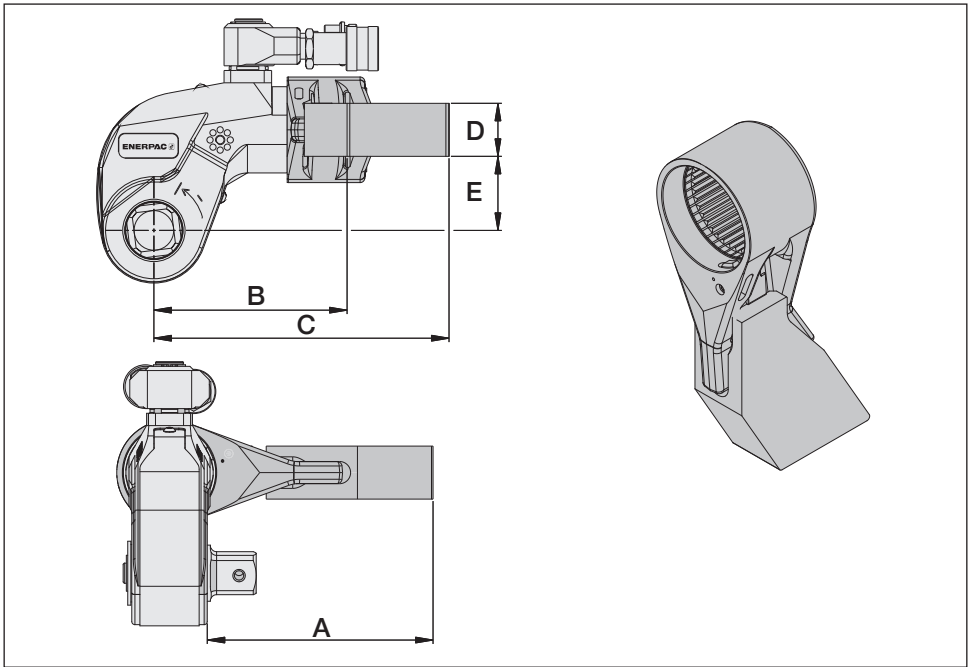

Abb. 29
6.3 Abmessungen und Spezifikationen, Verlängerung des Abstützarms der SRS-Serie (Abb. 29)